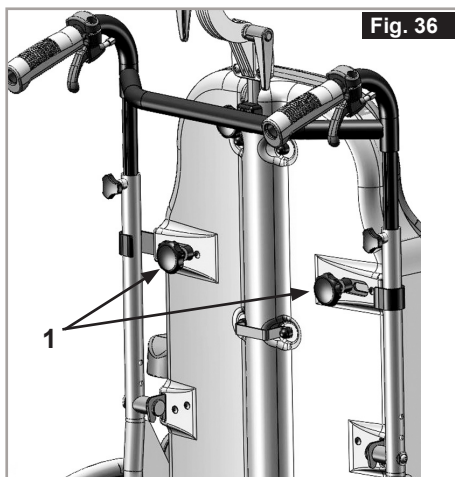

Fig. 36
Sie können die Schiebegriffe durch Lockern der Sterngriffe (1) auf eine für Sie geeignete Höhe verstellen. Nach der Höhenverstellung der Schiebegriffe darauf achten, dass die Sterngriffe (1) festgezogen sind (Fig. 36).